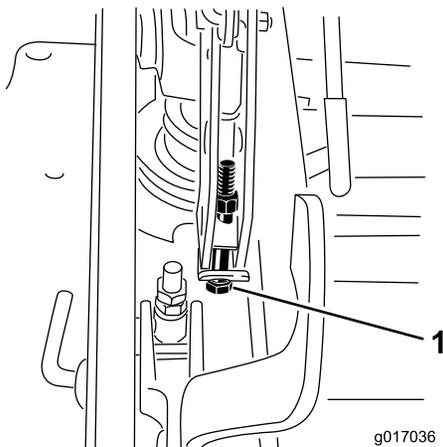

Figura 93
13. Si la carcasa está demasiado baja, apriete el perno del ajuste de un solo punto girándolo en sentido horario. Si la carcasa está demasiado alta, afloje el perno del ajuste de un solo punto girándolo en sentido antihorario (Figura 93).